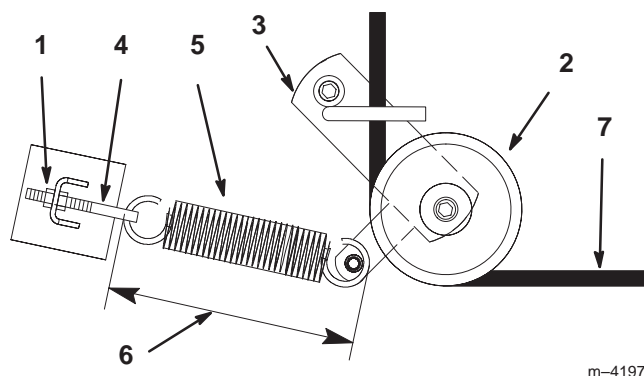

Figure 57
4. Desserrez l'écrou extérieur sur le boulon à œil du ressort (Fig. 57).
6. Déposez la poulie de tension rappelée par ressort (Fig. 57).
7. Faites passer la courroie neuve dans le bras de tension (Fig. 57).
9. Serrez l'écrou extérieur sur le boulon à œil du ressort (Fig. 57).
Remarque : Vérifiez la longueur du ressort. Il doit mesurer 238 ± 3 mm ($9\text{-}3/8 \pm 1/8$ pouces) une fois en place. Procédez à un réglage si la longueur n'est pas correcte (Fig. 57).